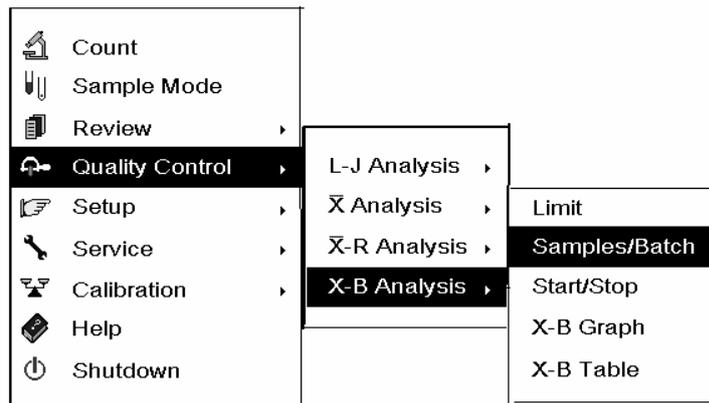
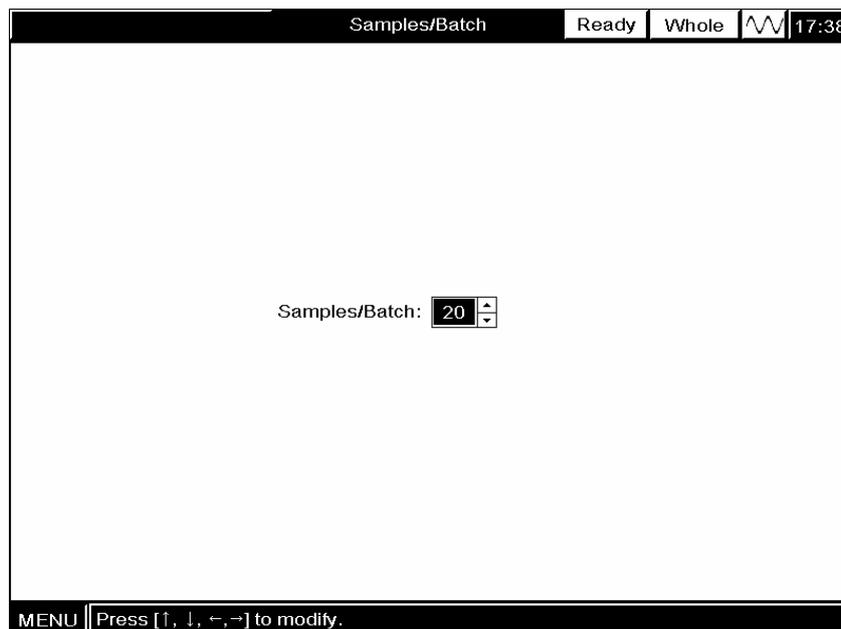

Abbildung 8-51 System-Menü
Abbildung 8-52 **“Proben/Charge”**-Anzeige
**WÄHLEN** Sie **“Qualitätskontrolle→ X-B-Analyse→ Proben/Charge” AUS** (Abbildung Abbildung 8-51), um die **“Proben/Charge”**-Anzeige aufzurufen (Abbildung Abbildung 8-52).